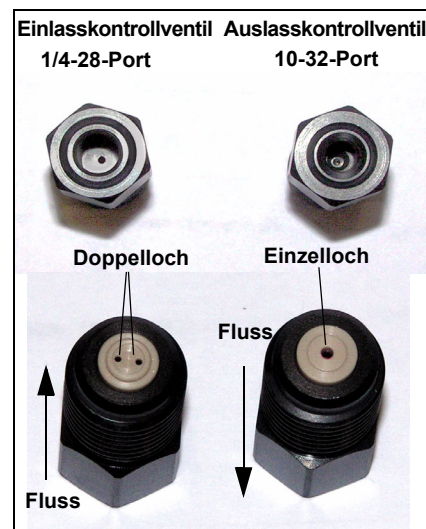

Abbildung 5-8. Kontrollventileinheiten
5. Prüfen Sie bei der neuen Einlasskontrollventileinheit (P/N 045722), dass das Doppellochende der Kartusche sichtbar ist (siehe Abbildung 5-8).